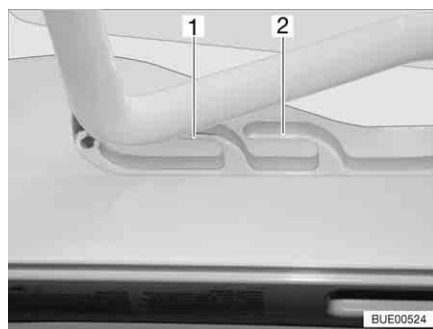
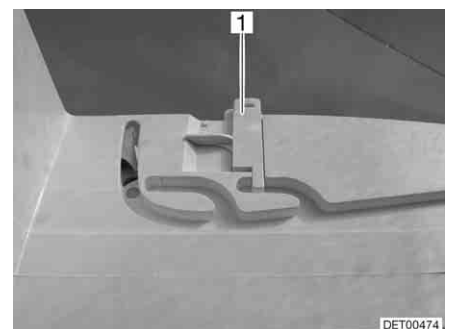

Bild 60 Heki-takluckan i ventilationsläge
Bild 61 Lås ventilationsläge
Heki-takluckan kan ställas i två ventilationslägen: Läget för dåligt väder (Bild 60,1) och mittläget (Bild 60,2). Beroende på modell kan takluckan låsas i mittläget med spärren (Bild 61,1).
- Tryck bygeln lätt uppåt och skjut in den i det valda spåret (Bild 60,1 eller 2) och lås eventuellt.